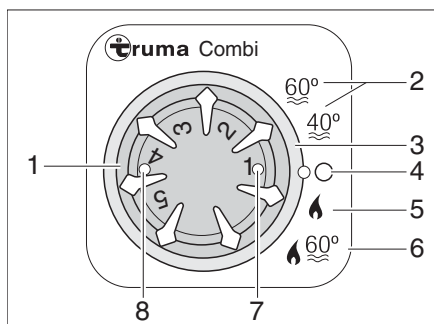

Bild 113 Kontrollenhet för värme/varmvattenberedare
Välj driftläge: ■ Respektive driftläge ställer man in med hjälp av vridströmställaren (Bild 113,3).
Vinterdrift Värmesystemet väljer automatiskt rätt brännarsteg motsvarande inställd värmenivå. Vid driftstyp "värmesystem och varmvattenberedare" (Bild 113,6) värms även vattnet i varmvattenberedaren upp. Värmesystemet kan vara i drift med tom varmvattenberedare i driftstypen "värme utan varmvattenberedare" (Bild 113,5).
- Ställ temperaturvredet (Bild 113,1) på kontrollenheten till önskad värmenivå.
- Ställ vridomställaren (Bild 113,3) till vinterdrift "värme utan varmvattenberedare" (Bild 113,5) eller vinterdrift "Värme och varmvattenberedare" (Bild 113,6).
Den gröna kontrollampan (Bild 113,7) lyser.
- Ställ vidströmställaren (Bild 113,3) i läge "O" (Bild 113,4).